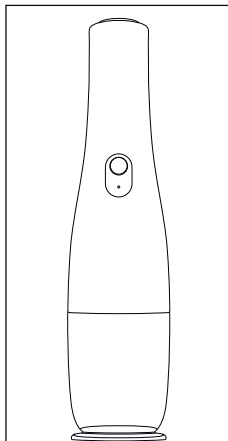

Fig. 5
6. În vederea depozitării puneți aparatul pe dop ❶, acesta putând fi utilizat și ca picior suport (a se vedea fig. 5).